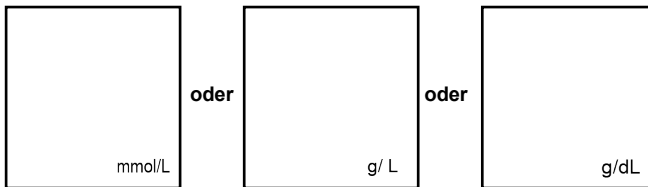

Abb. 16
- Drücken Sie die Taste ◀ oder ▶, um die gewünschte Einheit auszuwählen, und drücken Sie die Taste ⏻, um die Einstellungen für den Ton aufzurufen. (Siehe Abb. 16)